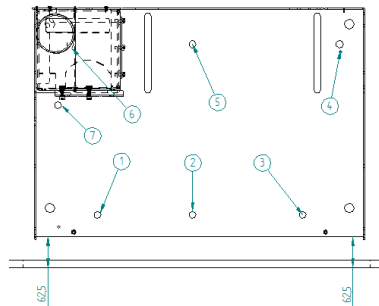

Figure 5 - fixation de la base de l'appareil
- Comme on peut le voir sur la figure 5, on doit laisser un écart de 62,5mm entre la base et la face avant (en étant parfaitement parallèle).